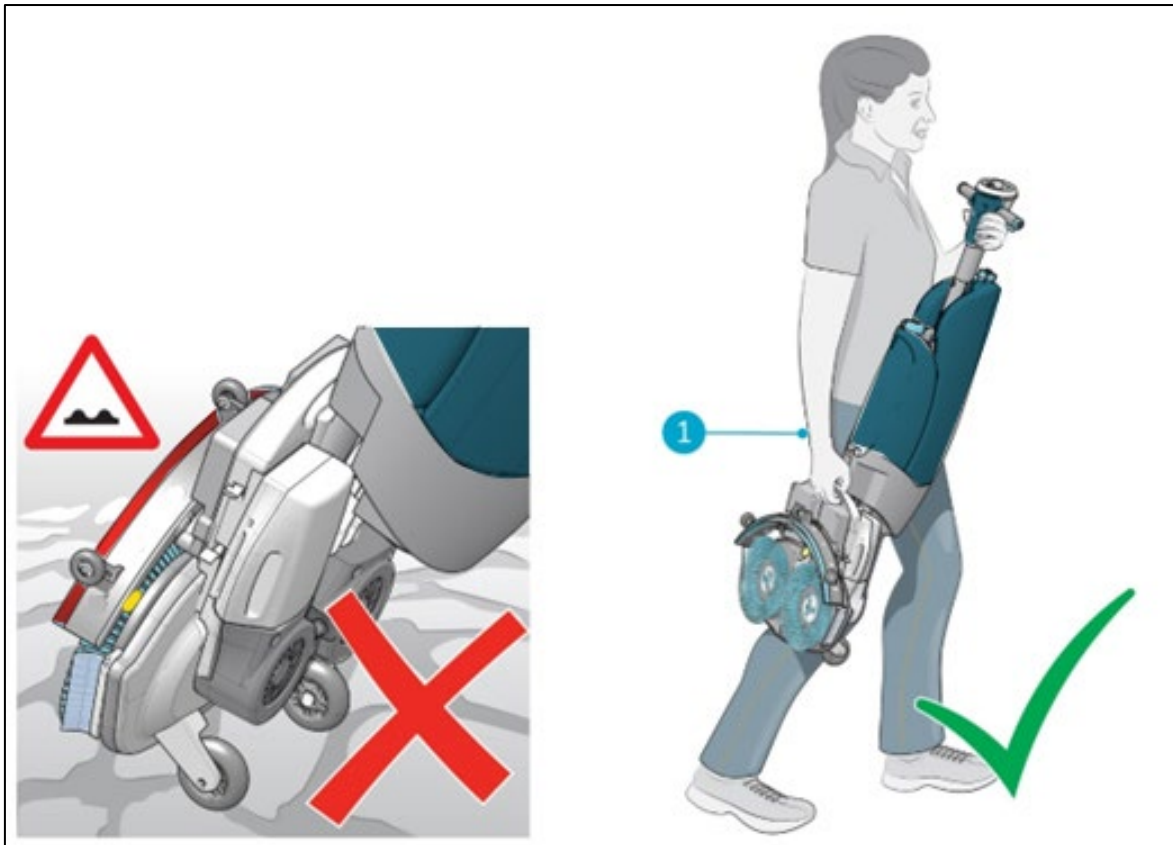

Figure 7
2. Portez l'i-mop® XL d'une main tout en tenant la poignée (Figure 7, pos. 1) avec votre autre main.